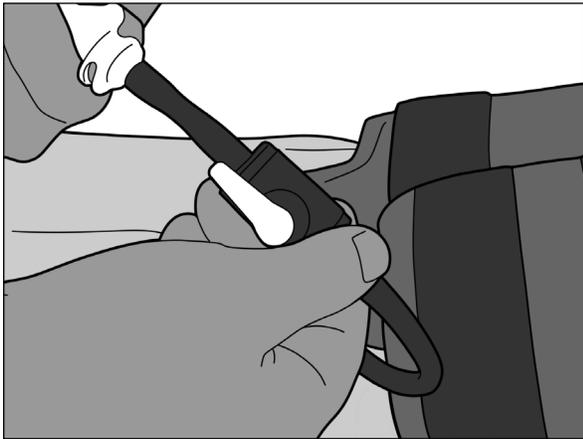

Fig. 15
2. Compruebe que la válvula de cierre está abierta. El mando de la válvula debe estar en línea con la tubería (Fig. 15).